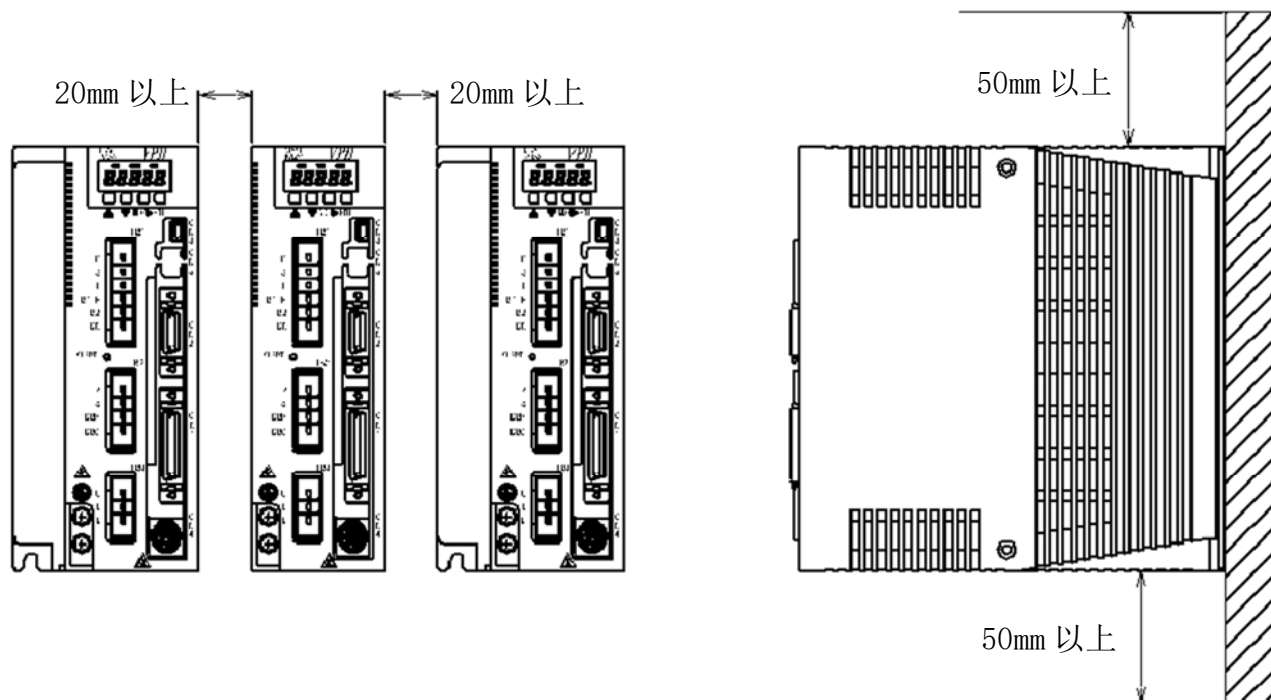

图 1-2 驱动器的安装和通风性
- 2) 驱动器上下和左右的空间，从散热性和维护性的观点出发，要确保图 1-2 中指定的距离(与其他驱动器和零部件及控制盘壁面间的间隔)。